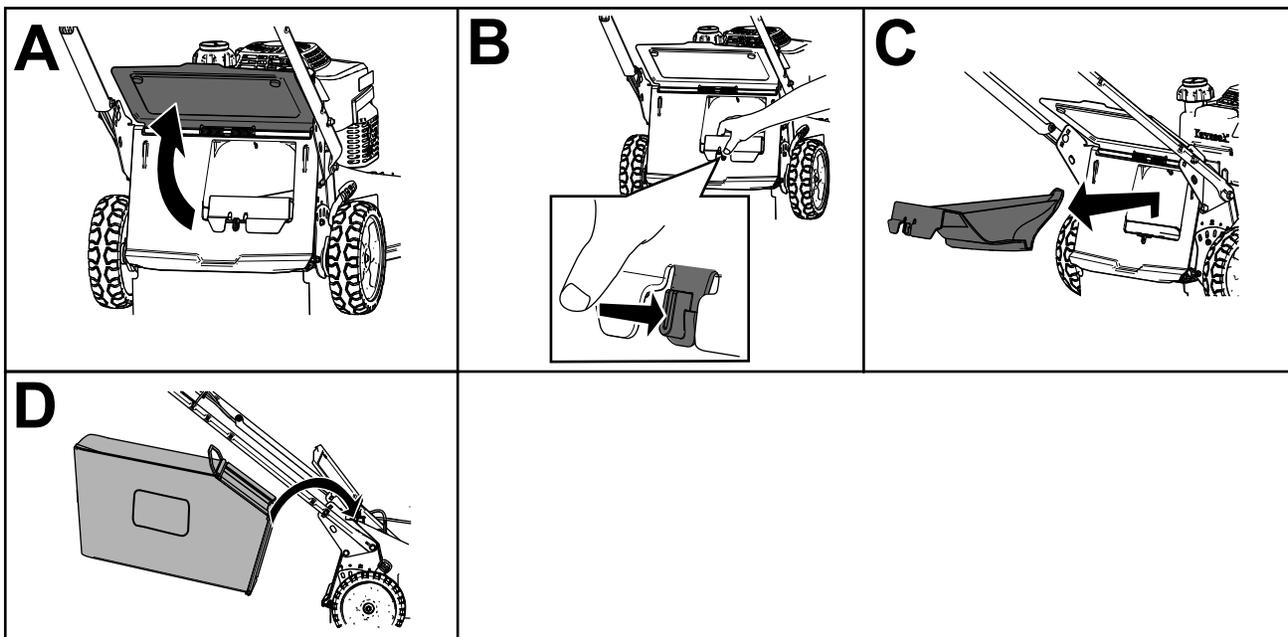

Figure 21
2. Soulevez le déflecteur arrière et gardez-le dans cette position (A de la Figure 21).
3. Retirez l'obturateur d'éjection arrière en appuyant sur le verrou avec le pouce et en tirant l'obturateur hors de la machine (B et C de Figure 21).
4. Placez les extrémités de la tige du bac dans les crans à la base du guidon et basculez le bac d'avant en arrière pour vous vérifier que les extrémités de la tige sont bien engagées au fond des deux crans (D de Figure 21).